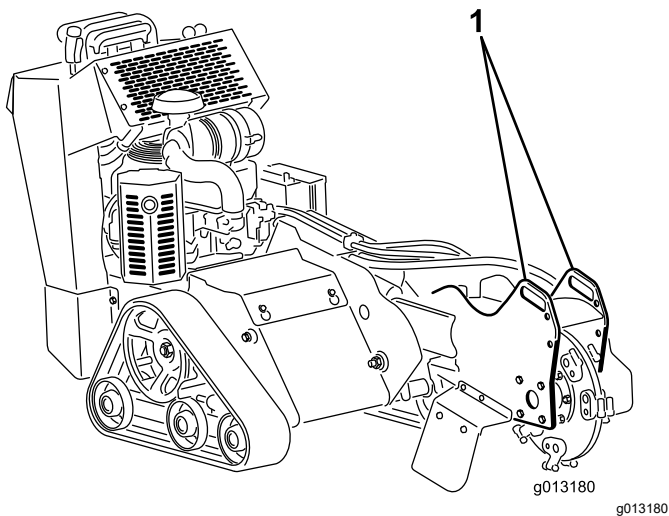
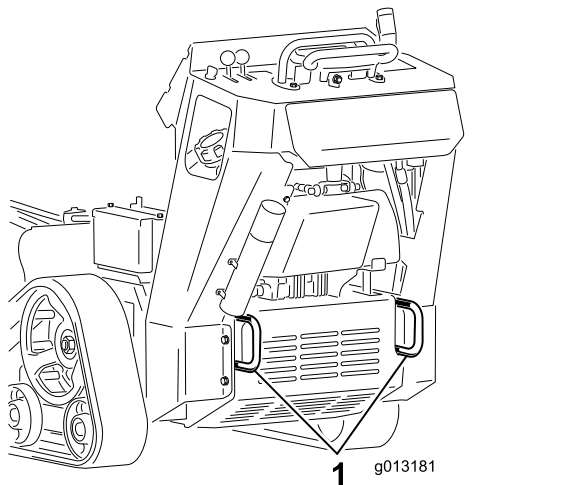

Figura 21
Figura 22
3. Fissate la macchina al rimorchio con catene o cinghie utilizzando gli anelli di attacco/solevamento sulla parte anteriore e posteriore della macchina (Figura 21 e Figura 22). Fate riferimento alle ordinanze locali per i requisiti relativi ai rimorchi e ai punti di attacco.
La macchina può essere sollevata utilizzando gli anelli di attacco/solevamento come punti di sollevamento (Figura 21 e Figura 22).